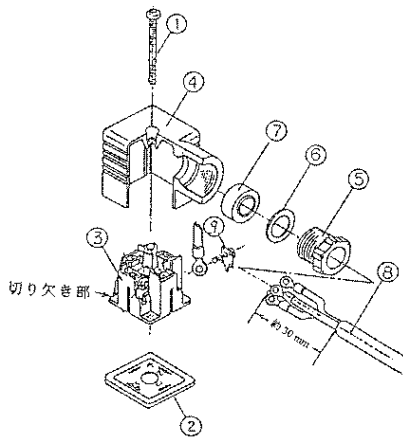

図4 DINコネクタ
4.2.1 分解 (図4参照)
4.2.2 結線 (図4参照)
- (3) 端子台③よりワッシャー付ねじ⑨を外し、図4のように配線した後、再びワッシャー付ねじ⑨を締め込みます。